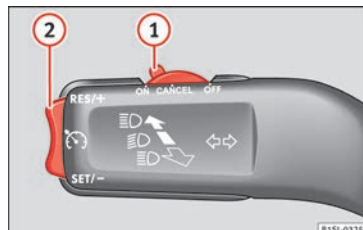

Bild 34 Knappar och reglage för användning av farthållarsystemet.
- Slå på farthållarsystemet: Flytta reglaget **» bild 34 1** till **ON**. Systemet är på. Om ingen hastighet har programmerats in kommer systemet inte att kontrollera det.
- Aktivera farthållarsystemet: Tryck på knappen **» bild 34 2** i **SET/-**-området. Den nuvarande hastigheten memoreras och regleras.
- Stänga av farthållarsystemet tillfälligt: För reglaget **» bild 34 1** till **CANCEL** eller tryck ner bromspedalen. Farthållarsystemet stängs av tillfälligt.
- Återaktivera farthållarsystemet: Tryck på knappen **» bild 34 2** **RES/+**. Den memoriserade hastigheten sparas och kontrolleras igen.
- Stänga av farthållaren: Flytta reglaget **» bild 34 1** till **OFF**. Systemet kopplas från och den memorerade hastigheten raderas.